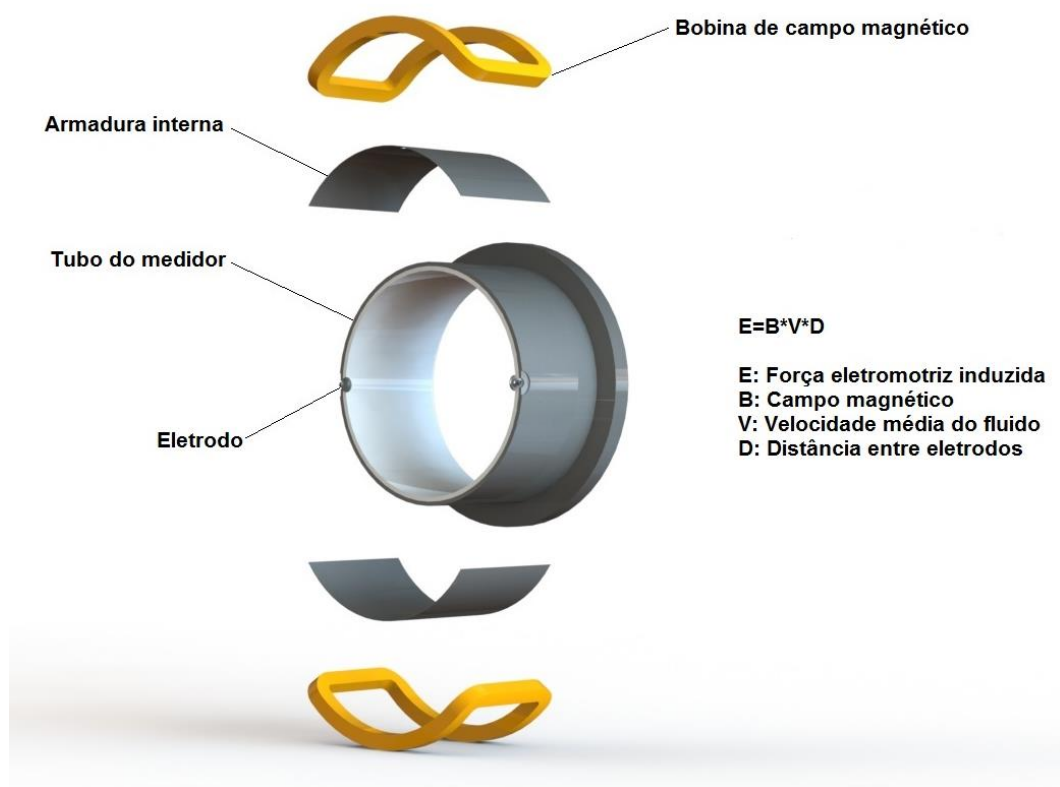

Figura 15-Princípio de funcionamento do medidor eletromagnético
- O Conversor 583TM fornece uma corrente de excitação estável para a bobina de excitação do sensor eletromagnético, a fim de manter o campo magnético como uma constante. Enquanto isso, ele amplifica a força eletromotriz induzida a partir de eletrodos e converte em indicação local, sinal de corrente ou sinal de frequência, a fim de exibir, acumular podendo controlar processos a ele interligado. A Figura 15 exibe o circuito básico do conversor e a seguir é detalhado o funcionamento.